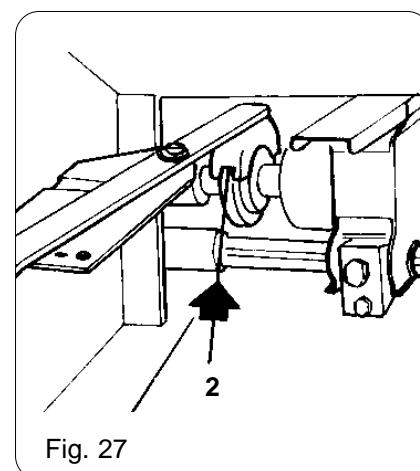

Fig. 27
2. Rotellina di posizionamento stretto-ampio (Fig. 27).
2. Narrow-wide positioning wheels (Fig. 27)